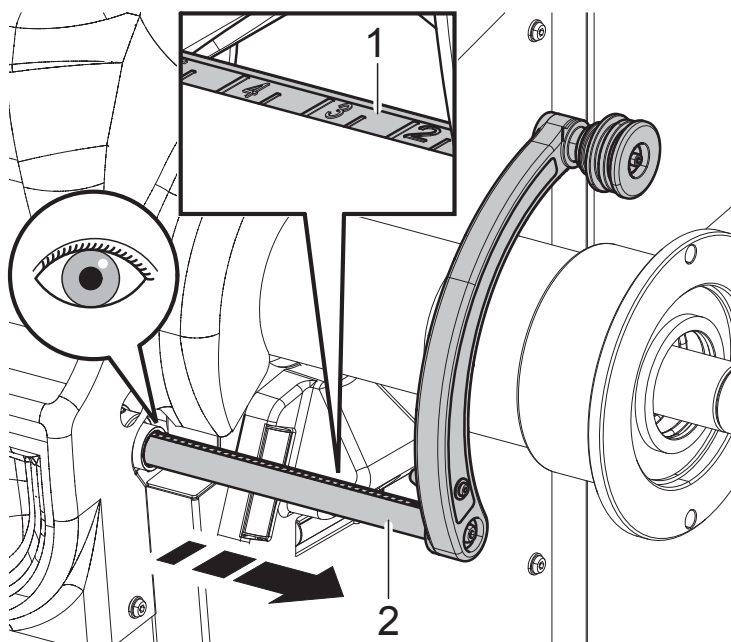

Fig. 56
2. lire la valeur indiquée sur l'échelle graduée (Fig. 56 réf. 1) fixée sur le bras de la pige distance-diamètre (Fig. 56 réf. 2) ;